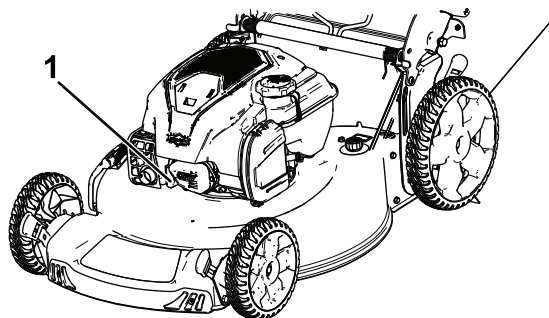

Figura 26
2. Desligue o fio da vela da ignição da vela da ignição (Figura 26).